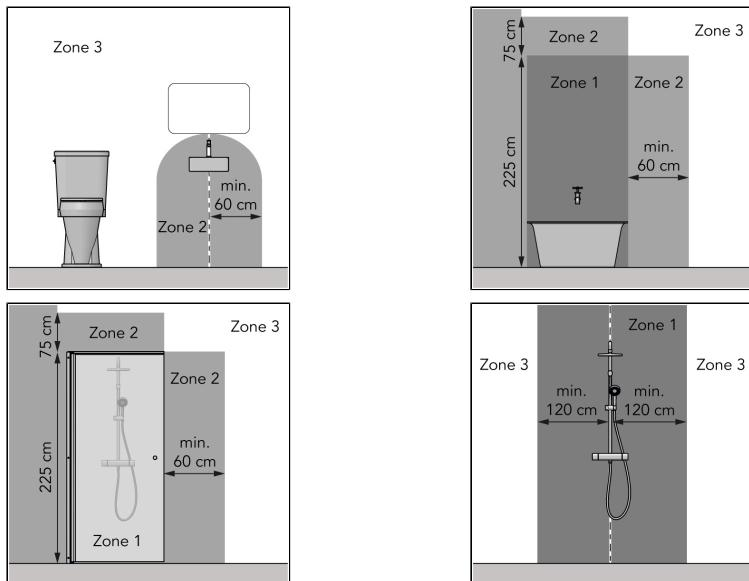

Figure 91.
- v zóně 3 toalety nebo koupelny s vanou, sprchou se zástěnou nebo se sprchou bez zástěny (viz Figure 91);